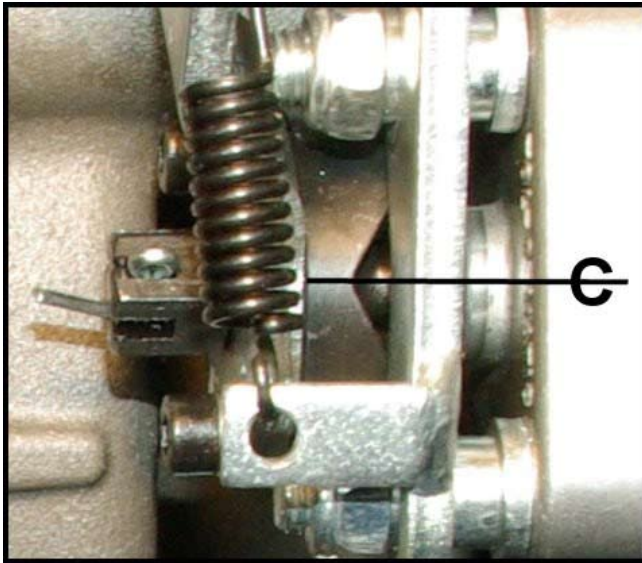

Figure 7-22. Cheville centrée dans la rainure en V.
4. Régler le câble à la transmission jusqu'à ce que les leviers à came appliquent une tension sur les ressorts de retour et jusqu'à ce que la cheville d'activation du levier à came sur l'étrier, soit centrée dans la rainure en « v » de la came. Voir Figure 7-22.